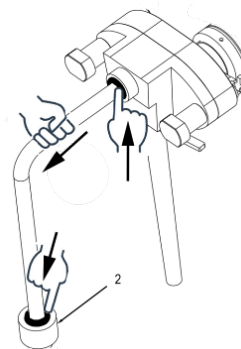

Fig. 31
- Sganciare il tubo di flusso dalla pompa tramite il sistema di sgancio rapido premendo il collare scuro verso l'interno ed estraendo contemporaneamente il tubo con l'altra mano (Fig. 31).
- Rimuovere il tubo di flusso dal raccordo 2, quindi svitare quest'ultimo dalla vasca (Fig. 31).